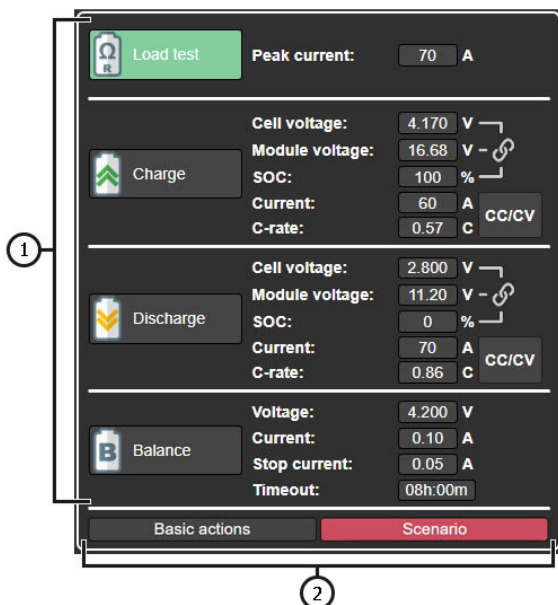

Рисунок 6.2
- 4 – Блок выбора режима работы тестера и индивидуальной настройки параметров тестирования батареи (см. пояснения к рис. 6.2).
Блок выбора режима работы тестера и индивидуальной настройки параметров тестирования батареи (см. рис. 6.2) включает следующее: